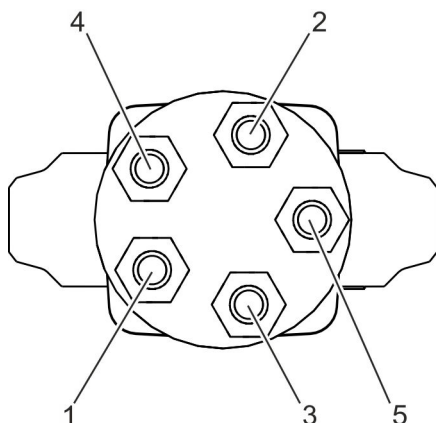

Fig. 6 : Dévissage des écrous (le nombre d'écrous/de goujons filetés peut varier)
1. ➔ Dévisser uniformément les écrous du couvercle anti-retour (Fig. 6 /1-5).